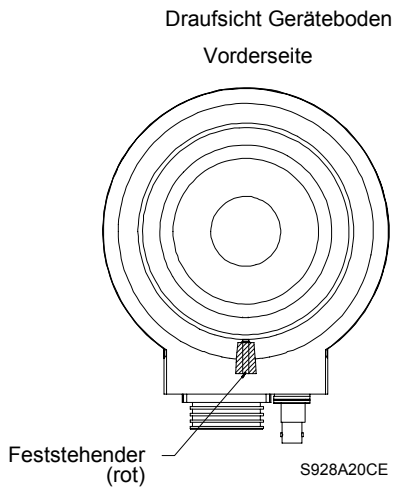

Abbildung 4: Maximaler manueller und automatischer Schwenkbereich (345° Modelle)
Die Schwenkanschläge bilden die Endpunkte für den manuellen Schwenkbetrieb. Die zwei (2) verstellbaren Schwenkanschläge können in Abhängigkeit vom gewünschten Betrieb verschoben oder entfernt werden. Die maximale Schwenkbereichseinstellung ist in **Abbildung 4** dargestellt.